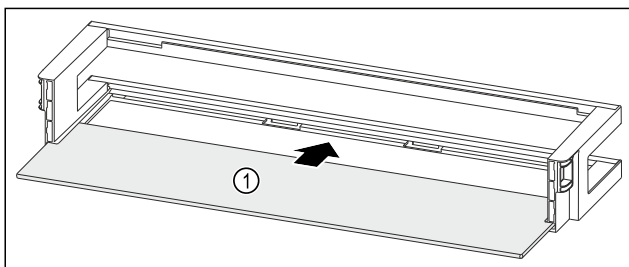

Fig. 52 Dörrfack med hylla
- ▶ Skjut in dörrfacket Fig. 52 (1) i ursparingarna på sidan.